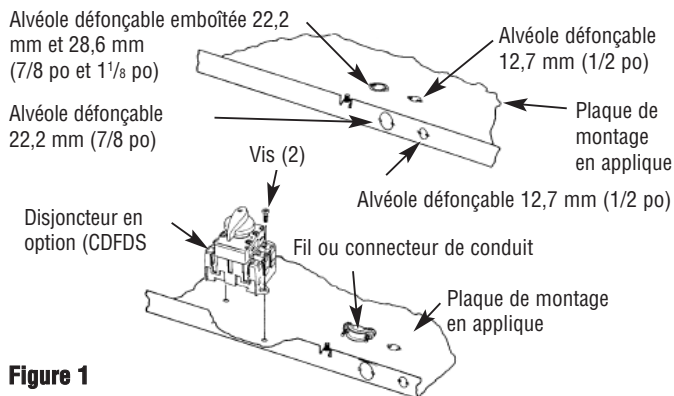

Figure 1
Installation des radiateurs en applique (voir les Figures 1 et 2)
2. Retirer le radiateur en applique de l'emballage de carton. Le radiateur inclut (1) plaque d'applique, (1) radiateur, (1) enveloppe d'applique et (1) jeu de grilles.
3. Retirer l'enveloppe d'applique de l'ensemble. Enlever les quatre (4) écrous des montants afin de pouvoir enlever le radiateur de la plaque de montage en saillie. Ne **pas jeter** les écrous car ils seront utilisés à l'étape 11 pour réinstaller le radiateur sur la plaque en saillie.
5. Installer le disjoncteur en option CDFDS (si exigé) comme l'illustre la Figure 1. Consulter le manuel d'installation des accessoires pour câbler correctement.